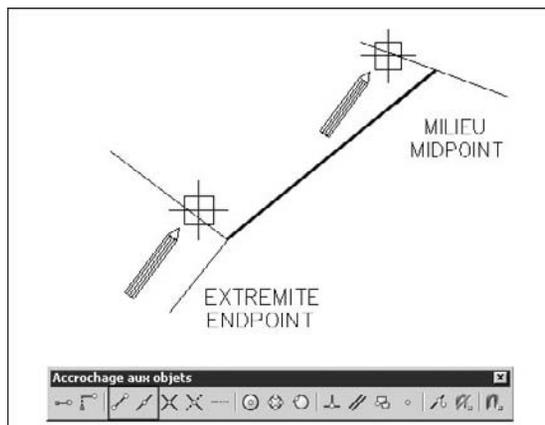

Fig.3.7
- 3 Spécifier le point suivant (To Point) : sélectionner à nouveau une option d'accrochage (exemple : **MILieu** (MIDpoint) (fig.3.7). Pour rappel, la barre des outils d'accrochage n'est pas installée par défaut. Il faut le faire via la commande **Barres d'outils** (Toolbars) du menu **Affichage** (View).